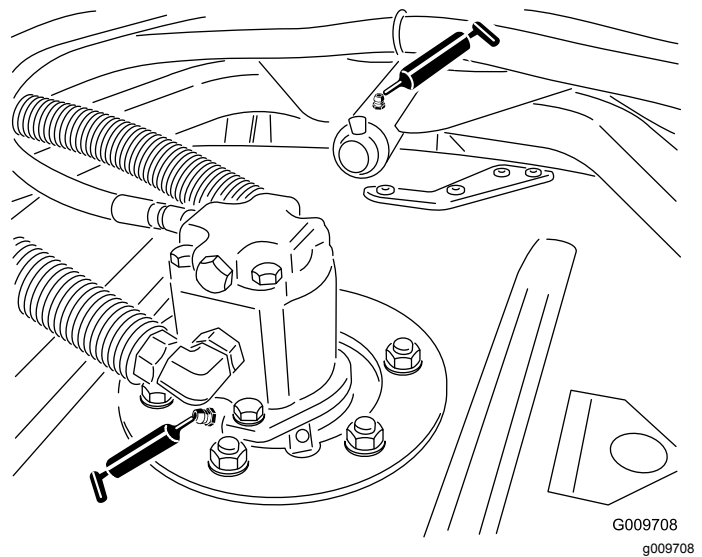

Bild 47
- Spindelwellenlager des Mähwerks (1 pro Mähwerk) (Bild 47)
- Trägerarmbüchsen des Mähwerks (1 pro Mähwerk) (Bild 47)